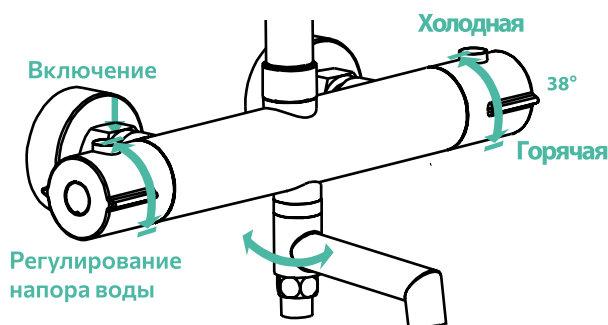

Рис. 2
2. Левая ручка смесителя используется для включения / выключения смесителя и регулировки напора воды (рис. 2).